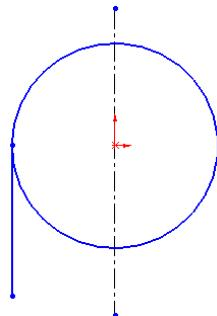

图 6-80 绘制的草图
**05** 绘制草图。在菜单栏中选择“工具”→“草图绘制实体”→“中心线”命令，或者单击“草图”工具栏中的“中心线”图标按钮 ，绘制一条通过原点的竖直中心线，然后单击“草图”工具栏中的“直线”图标按钮 和“圆”图标按钮 ，绘制如图 6-80 所示的